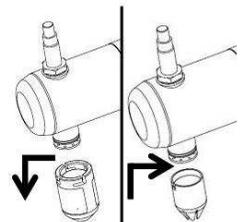

Abb. 3
- Ersetzen Sie die Reinigungsdüse durch die Garniertülle (Abb. 3)